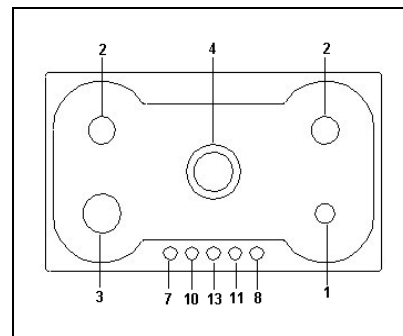

Fig. 9
**LEGENDE DESCRIPTIVE POUR LES DESCRIPTION DES TABLE: Fig. 9**